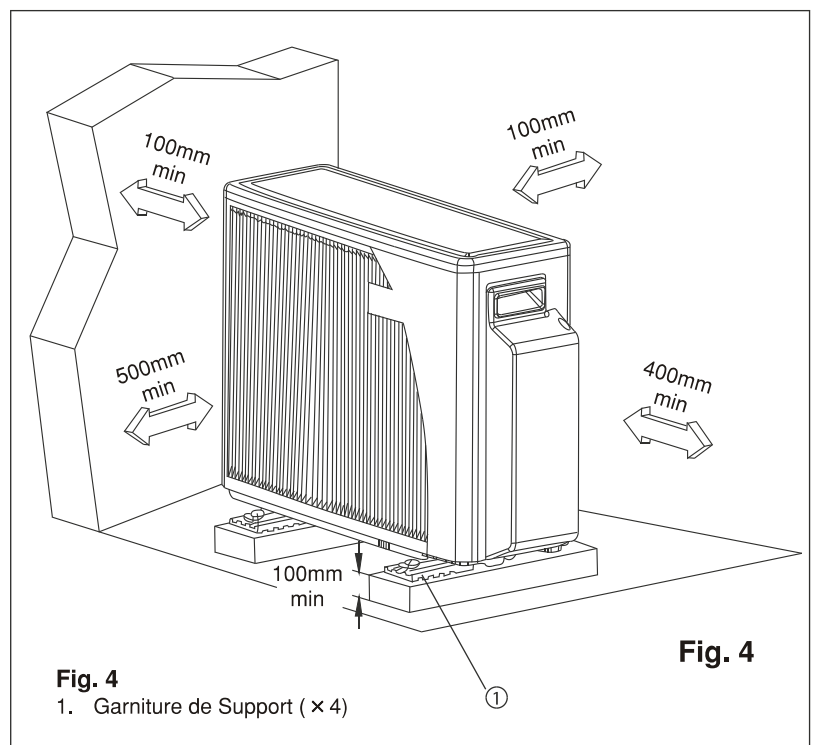

Fig. 4
1. L'endroit doit permettre l'entretien facile et assurer une bonne circulation d'air comme montré dans la figure 4.